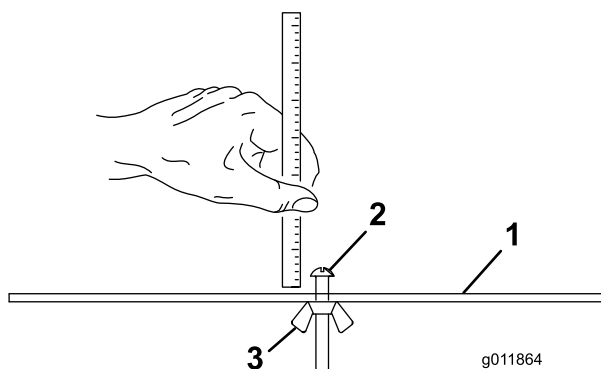

図 18
- ゲージバー（図 18）のナットをゆるめ、調整ネジを希望の刈り高に合わせる。ネジ頭の下からバーの表面までの距離が刈り高となる。